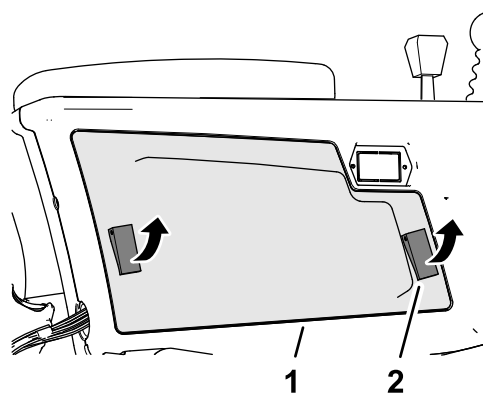

Figure 98
2. Ouvrez les 2 attaches qui fixent le couvercle du bras de commande sur le bras, et déposez le couvercle (Figure 98).